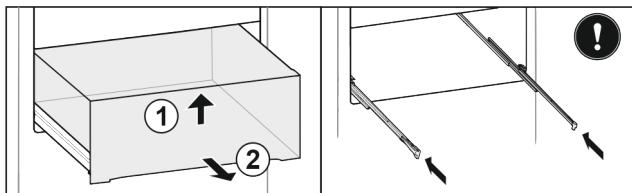

Fig. 27*
- ▶ Unieść szufladę z przodu Fig. 27 (1).*
- ▶ Wyjąć do przodu Fig. 27 (2).*